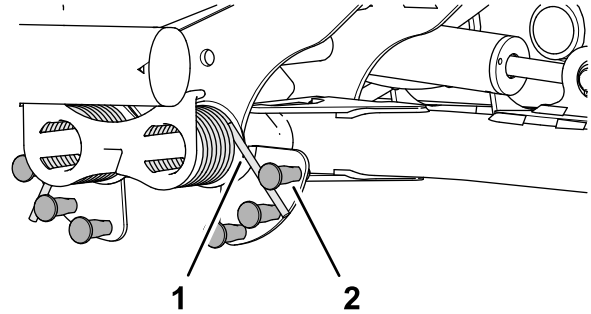

Figura 50
2. Insira a extremidade longa da mola de contrapeso num tubo ou objeto semelhante e rode a mola à volta do pino de ombro até à posição desejada (Figura 50).